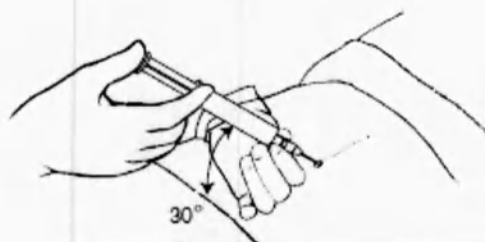

Рис. 4
2. Убедитесь, что игла находится в эпидуральном пространстве, используя стандартный метод такой как техника «потери сопротивления» (см. рис.4)